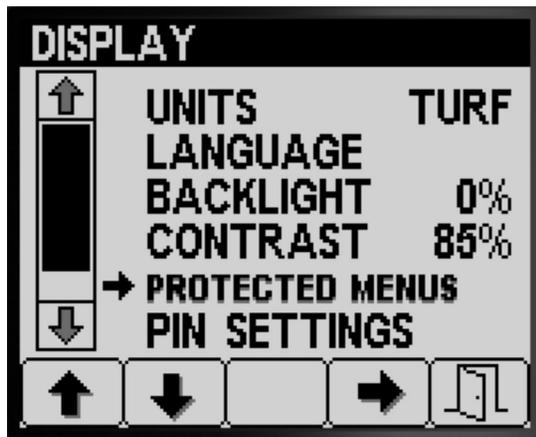

Bild 21
1. Drücken Sie Taste 1 oder 2, um auf die Option GESCHÜTZTE MENÜS zu navigieren (Bild 21).
2. Drücken Sie Taste 4, um den Eintrag GESCHÜTZTE MENÜS auszuwählen (Bild 21).